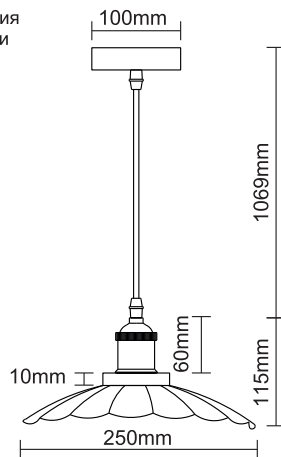

Рис.1. PL-427SS
- Размер изделия: см. рис. 1, 2